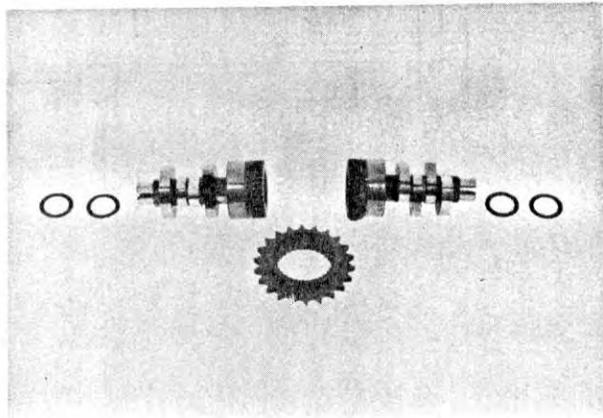

Fig. 20
**NOTA.** Gli assi a cammes hanno un verso obbligato nel pignoncino di comando, come si può vedere nella fig. 20.
**NOTE.** As shown in fig. 20, the camshafts can be fitted to the sprocket only in one position.